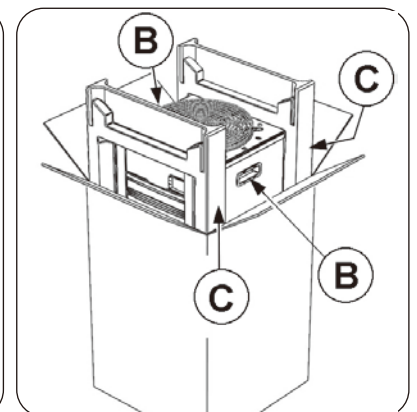

図 3
- 2) 本体側面に付いている取手を掴んで、中に入っている物を倒さないようにしながら垂直に取り出します (図 3 の B)。
- 3) 梱包用の発泡スチロールを取り除きます (図 3 の C)。